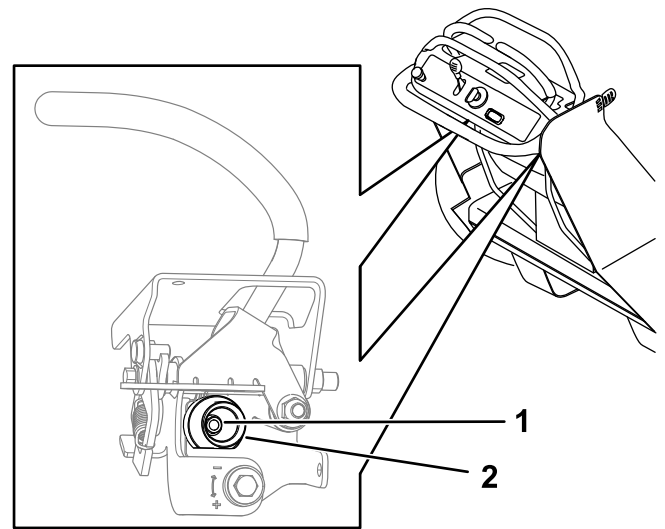

Figura 61
5. Allentate il dado che fissa la camma della leva di comando del movimento che state regolando (Figura 61).
6. Regolate la camma sinché non si allinea con l'altra leva di comando del movimento e serrate il dado della camma (Figura 61).